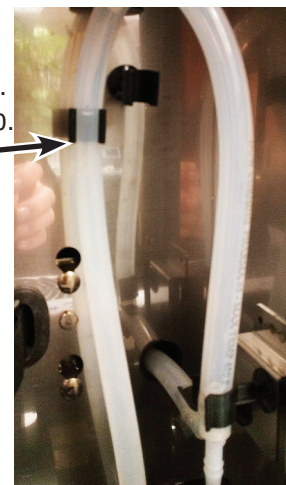

Figura 5
3. Revise la mirilla para confirmar que el baño de agua está lleno (Ver Figura 5).